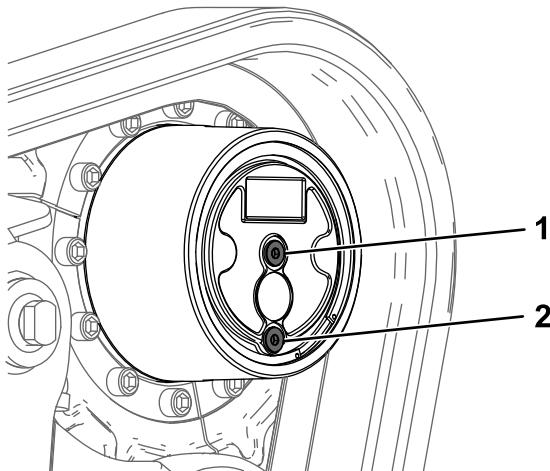

Figura 64
2. Aparque la máquina en una superficie nivelada hasta que el tapón de vaciado esté en la posición de las 6 (Figura 64), ponga el freno de estacionamiento y baje los brazos de carga.
5. Retire el tapón de verificación y el tapón de vaciado y deje que se vacíe el lubricante de engranajes (Figura 64).
6. Instale el tapón de vaciado (Figura 64).